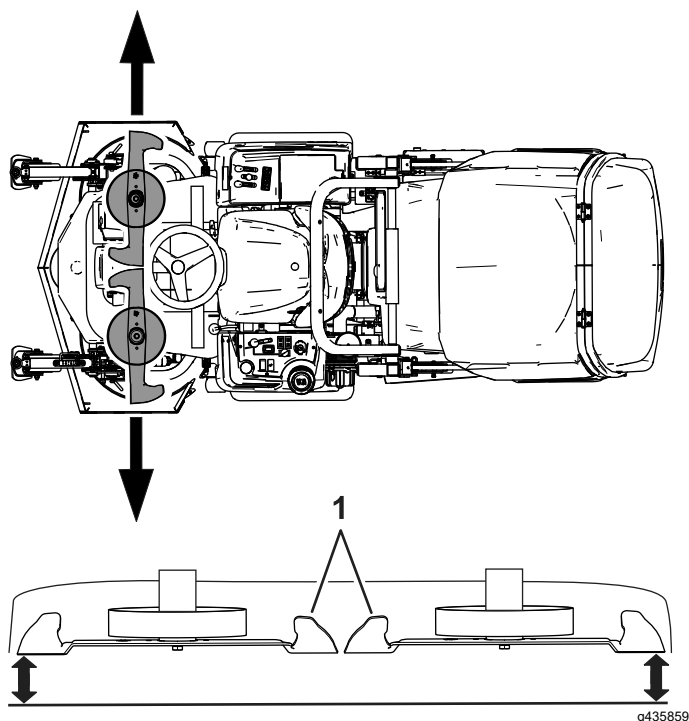

Figura 102
3. Allineate la lama laterale sulla posizione più esterna (Figura 102).
4. Misurate la distanza tra il suolo e il punto più esterno del bordo della lama dell'apparato di taglio (Figura 102).
5. Allineate la lama laterale sull'altro lato dell'apparato di taglio sulla posizione più esterna (Figura 102).
6. Misurate la distanza tra il suolo e il punto più esterno del tagliente della lama con un blocchetto di riscontro (Figura 102).
8. Misurate il punto più esterno dei taglienti della lama (Figura 102).